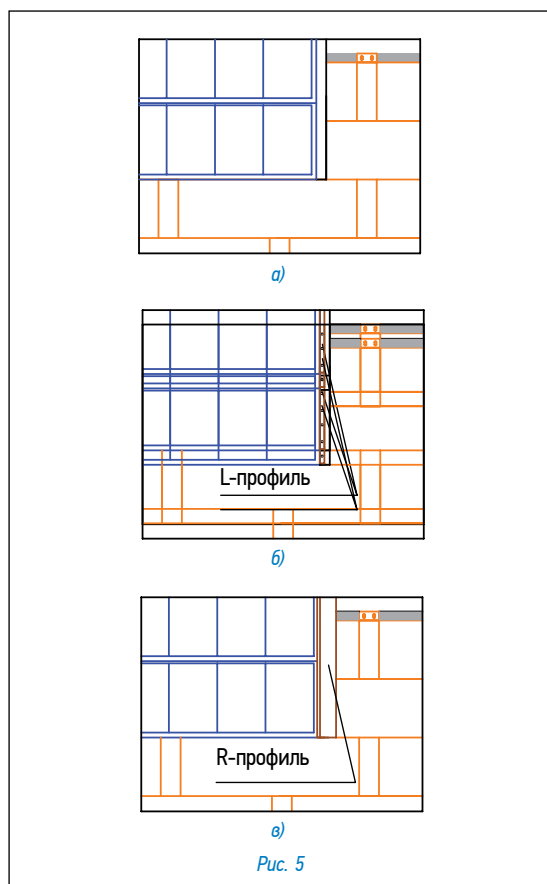

Рис. 5
#### Оформление бокового стыка панелей TEGOSOLAR с черепицей TEGOLA (рис. 5)
- Установите L-профиль, предварительно соединенный с бутилкаучуковой лентой (рис. 5б) так, чтобы лента полностью перекрывала стык панелей и черепицы TEGOLA;
- установите R-профиль поверх L-профиля (рис. 5в).